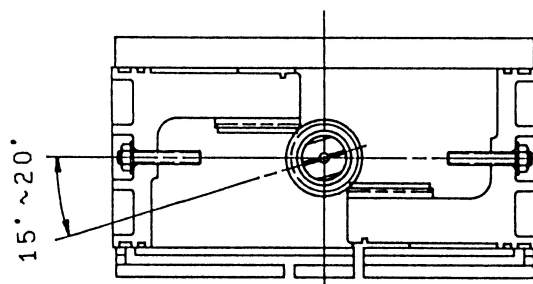

图 10-12.
- 输出轴装配好后，将输出轴方头部位的 V 形槽处于如图 10-12 所示的位置。
- 在保持图 10-12 所示角度的同时，将活塞气缸的两侧装入。当两个活塞的齿条部位和输出轴上的齿轮接触后，用扳手卡住输出轴的方头部位，并顺时针转动，使齿轮与齿条啮合，活塞向内部移动。